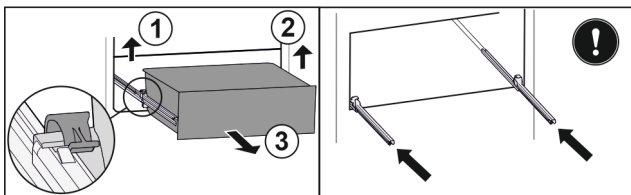

Fig. 93
- ▶ Приподнимите левый зажим и одновременно вытяните движением вперед выдвижной ящик слева. Fig. 93 (1)
- ▶ Приподнимите правый зажим и одновременно вытяните движением вперед выдвижной ящик справа. Fig. 93 (2)
- ▶ Извлеките выдвижной ящик движением вперед. Fig. 93 (3)